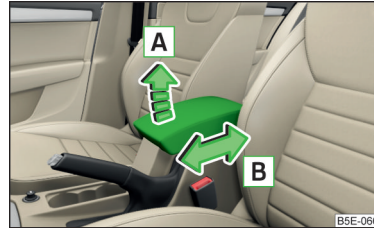

Abb. 87
- › Zur **Höheneinstellung** die Armlehne in Pfeilrichtung  in eine der Raststellungen anheben » Abb. 87.